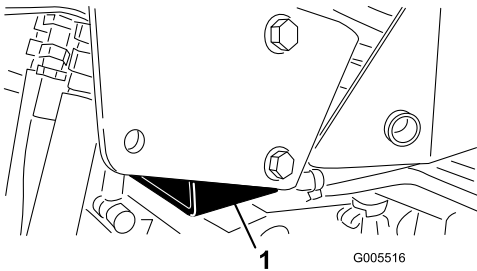

Bild 29
- Rechte Seite: Unter dem Steckpolster und neben der Stützhalterung des Überrollschutzes (Bild 29)